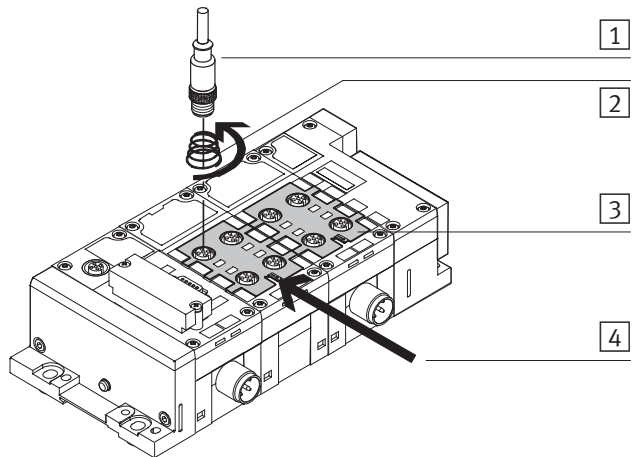

Bild 1/4: Anschluss der Abschirmbleche
- Verbinden Sie den Erdungsschluss des Abschirmblechs gemäß Bild 1/4 niederohmig mit Funktionserde (FE). Nebeneinanderliegende Abschirmbleche sind durch Federbügel miteinander verbunden und müssen nicht einzeln mit FE verbunden werden.